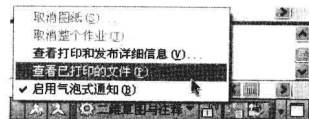

图 10-5-4
(7) 右击“打印信息”按钮，在弹出的快捷菜单中选择“查看已打印的文件”命令，如图 10-5-4 所示。